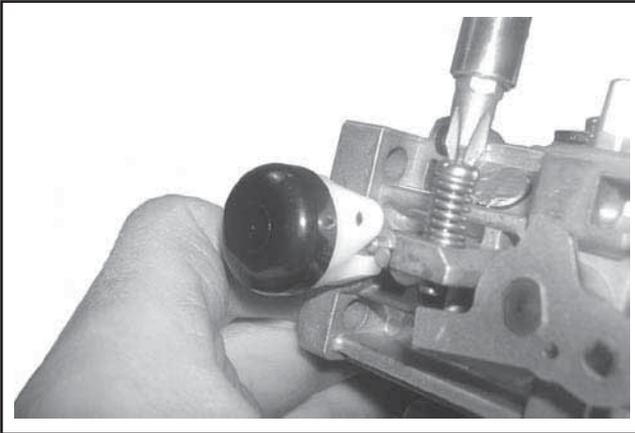

Figure 5-28. Installation du ressort et de la vis de réglage du ralenti.
11. Installer le nouveau ressort et la nouvelle vis de réglage du ralenti (tr/min) sur le carburateur. Visser tant que 3 ou 4 filetages sont exposés, comme d'après le réglage initial. Voir la Figure 5-28.